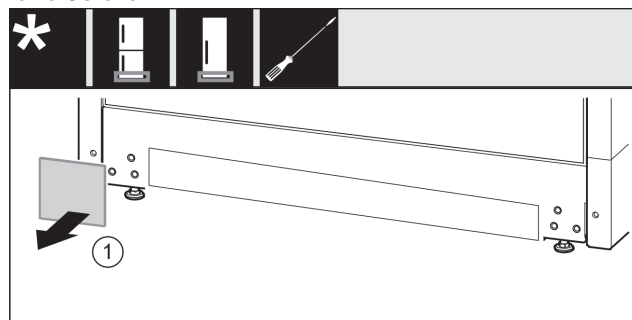

Fig. 37
- Abdeckung Fig. 37 (1) abnehmen.